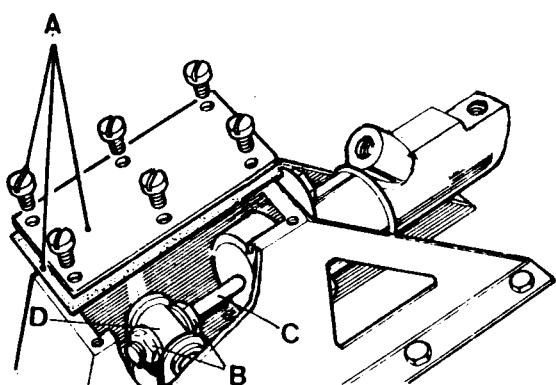

Fig. B-16 Tapa y cilindro principal del embrague
- 1.2. Después de quitar la tapa (Fig. B-16), sujetando por los correspondientes tornillos, se separará la junta y los elementos de fijación de la varilla de empuje, introduciendo luego ésta en el cilindro hasta que su extremo deje libre el pasador al que se articular en el extremo de la palanca del pedal.